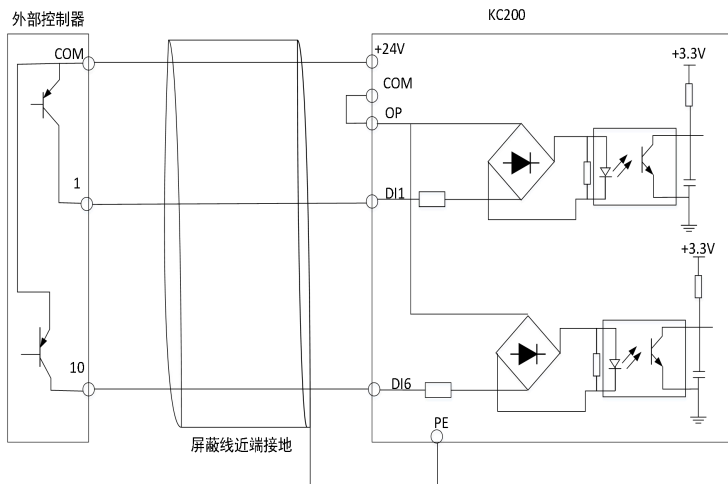

图 3-9 使用变频器内部+24V 电源的漏极连接方式
2) 使用变频器内部+24V 电源，外部控制器为 PNP 型的共发射极输出的连接方式(注意去除 OP 与 24V 端子间的连接线)，如图 3-9 所示。